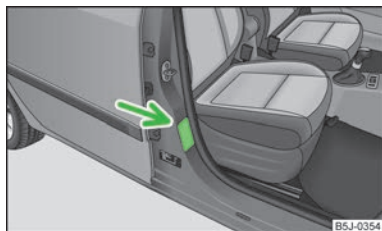

Fig. 107
- Asupra acestui aspect atenționează și autocolantul de pe stâlpu B, pe partea pasagerului față » fig. 107 sau de pe parasolarul pasagerului față.